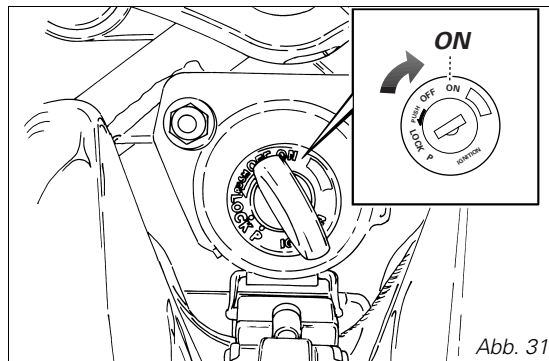

Abb. 31
1) Den Zündschlüsselschalter auf in die Position **ON** (Abb. 31) bringen. Überprüfen, ob die grüne Kontrollleuchte **N** und die rote Kontrollleuchte  am Cockpit aufleuchten.